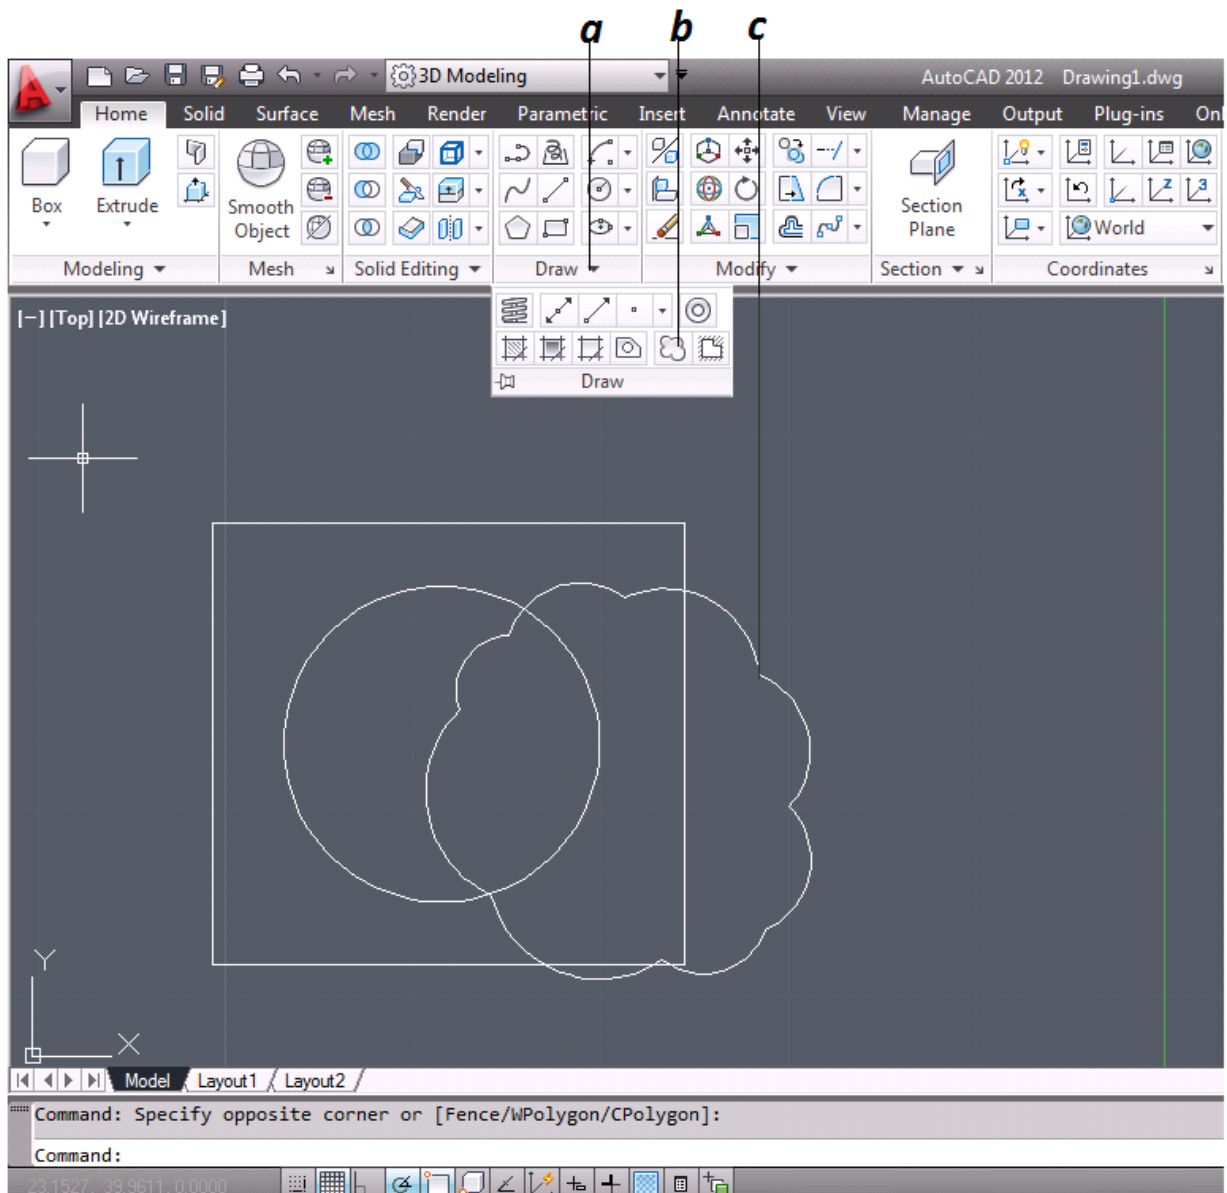

Figura 3.57 Sombreado “Nube de Revision”
- Se selecciona la flecha del icono Dibujar (figura 3.57).
- Se selecciona el icono nuberev [revcloud] (figura 3.57).
- Se da clic en la coordenada donde se iniciara la nube (figura 3.57).
- Se da clic alrededor del dibujo que se va a encerrar (figura 3.57).